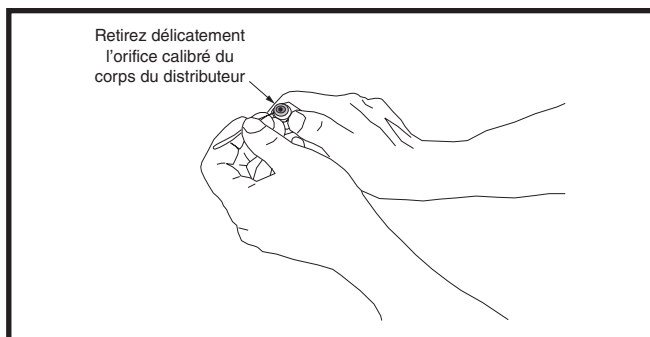

Figure 3. Démontage de l'orifice
- Insérez un crochet en fil métallique léger entre le corps du distributeur et l'orifice d'étranglement en prenant soin de ne pas égratigner ces pièces. Retirez délicatement l'orifice calibré du corps du distributeur. Voyez la Figure 3.